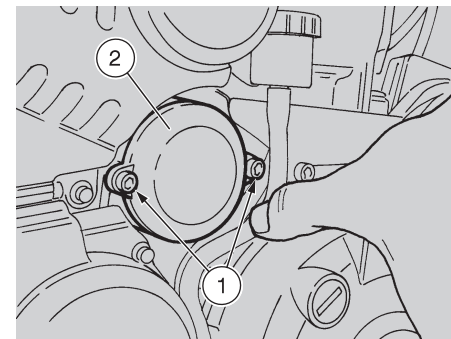

Fig. 29
- ◆ Svitare le 2 viti (1 - Fig. 29) e togliere il coperchio (2 - Fig. 29).
- ◆ Rimontare il coperchio (2 - Fig. 29) e fissare le due viti (1 - Fig. 29).